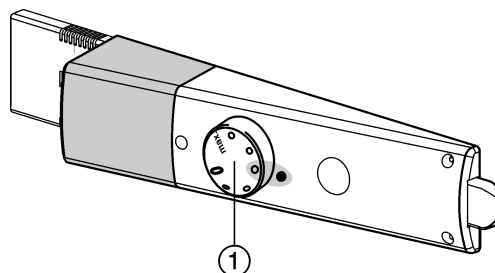

Fig. 2
- ▶ Girare il regolatore di temperatura Fig. 2 (1) verso destra dalla posizione 0 al punto 3.
- ▶ Girare il regolatore di temperatura Fig. 2 (1).